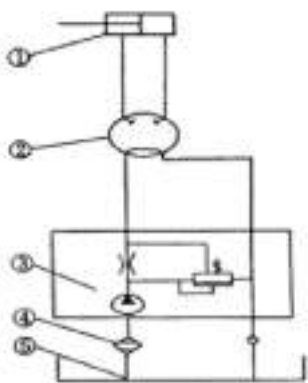

Рисунок 3-7 Графическая схема принципа полного гидравлического управления
(1) Принцип работы (рисунок 3-7)